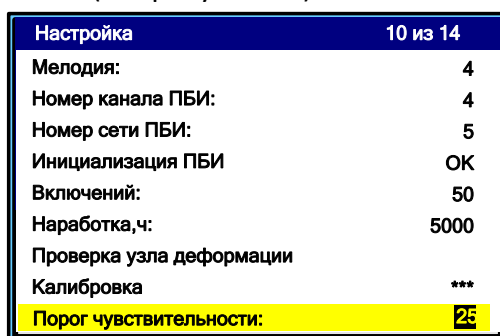

Рисунок 10 – Режим изменения порога чувствительности датчика хрупкости
4.5.3.1 В режиме ожидания нажать клавишу «*» и выбрать пункт меню «**Настройка**» → «**Порог чувствительности**» и нажать клавишу «**Режим**». Аппарат переходит в режим изменения порога чувствительности датчика хрупкости (см. рисунок 10).